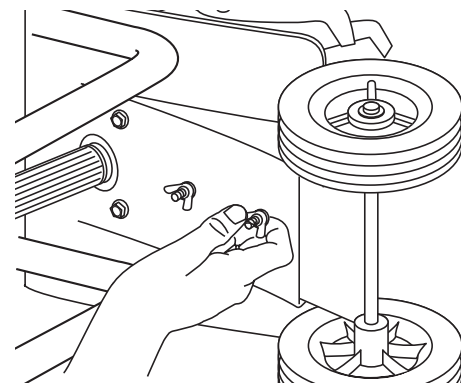

Fig. 4
4. Assurez-vous que l'épaulement droit des boulons traverse les trous allongés du support de roue. Serrez les écrous papillon (Fig. 4).